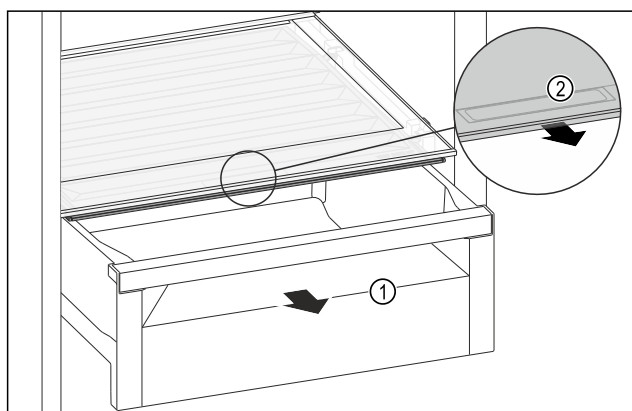

Fig. 218
- ▶ 拉出抽屉 Fig. 218 (1)。
- ▶ 抓住抽屉盖上的内嵌式拉手 Fig. 218 (2)，并同时向前拉出抽屉盖。